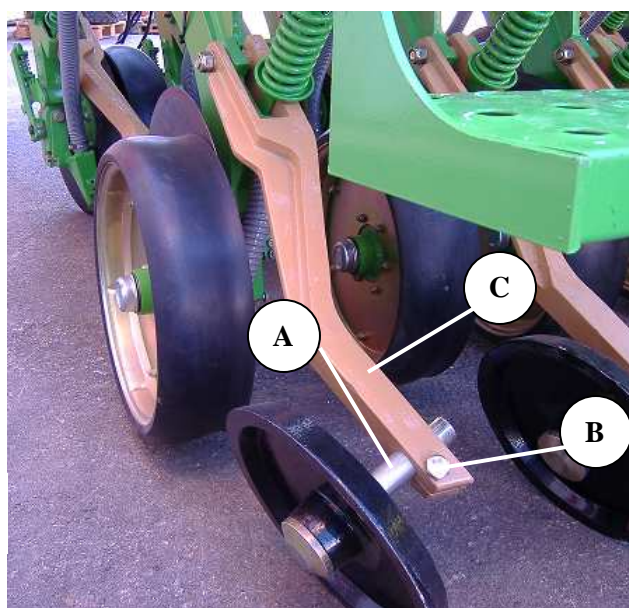

Fig. 17-00
1) El desplazamiento de la propia rueda en relación al surco, a través del eje (A) Fig.17-00, para desplazar la rueda aflojar la tuerca (B) y con un martillo de nylon hacer girar el eje (A) a través del brazo (C) que lleva incorporada el propio eje, a continuación apretamos de nuevo al tuerca (B).